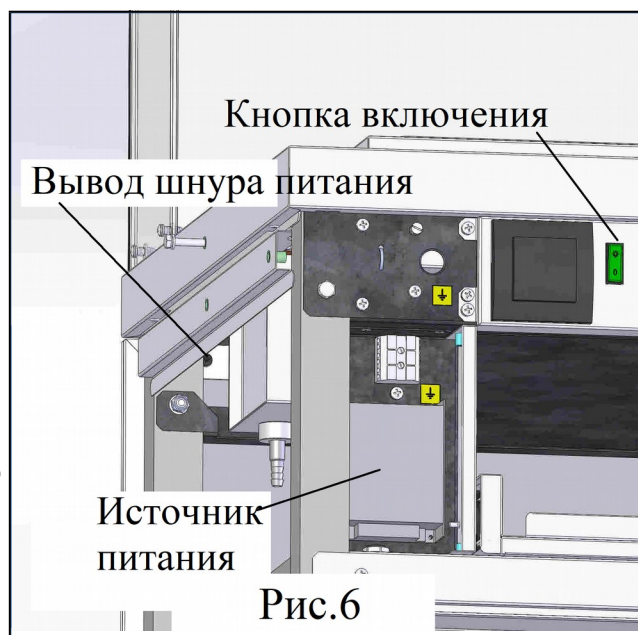

Рис.6
4.6 Подключите световую панель с помощью шнура питания, поставляемого в комплекте, к выключателю на панели управления станции (рис.6).